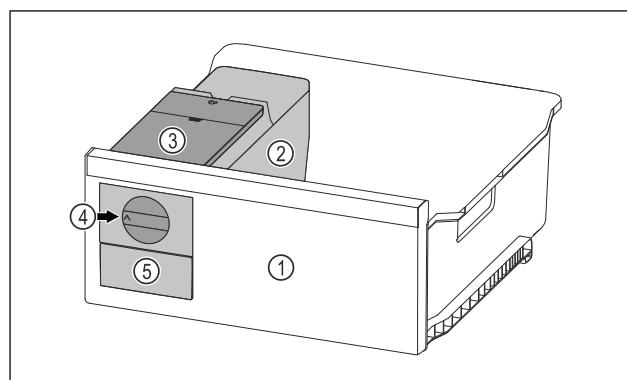

Fig. 84 Ілюстративне зображення
- Поворотну ручку Fig. 84 (4) повернути за годинниковою стрілкою до упору.
- Кубики льоду випадають із ванночки для кубиків льоду у висувний ящик для кубиків льоду Fig. 84 (5). Якщо не всі кубики льоду виймаються з ванночки для кубиків льоду: